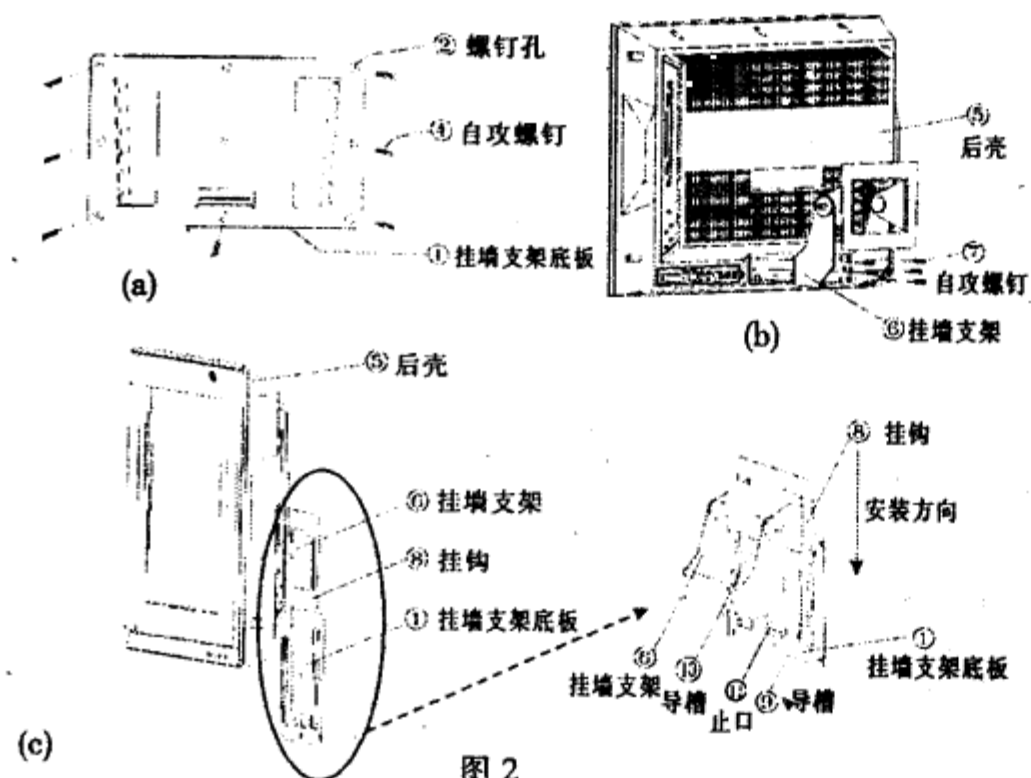

图 2
A. 17LDATW液晶电视挂架的安装图示如图2所示。
2. 将挂墙支架底板①紧靠在墙壁上做好高度和水平标识的位置上,挂墙支架底板①;
3. 用铅笔在7个螺钉孔②所在的位置做好标记,并取下挂墙支架底板①;
6. 用7颗自攻螺钉④将挂墙支架底板①拧紧在墙壁上;
7. 将挂墙支架⑥与LCD后壳⑤用6颗螺丝⑦固定(如图2(a)所示);
8. 将挂墙支架⑥与挂墙支架底板①装配(如图2(c)所示);
9. 将挂墙支架⑥上的挂钩⑧插入已固定在墙壁上的挂墙支架底板①的导槽⑨、⑩内,并按图示安装方向顺势滑下,直到挂墙支架⑥的挂钩⑧卡入挂墙支架底板①上的止口内;